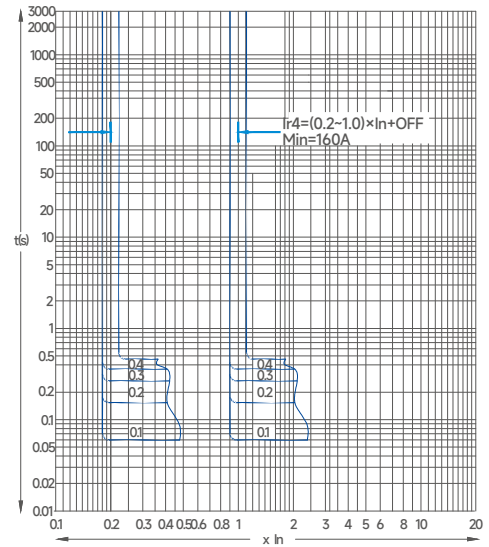

图5 M型接地故障保护特性
3.1.5 M、H型过电流脱扣保护特性见图4，接地故障保护特性见图5。